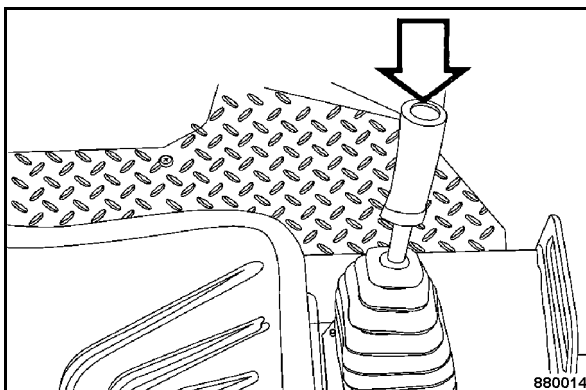

Fig. 102
- Enclencher et arrêter l'épandeur par pression sur la touche (Fig. 102).